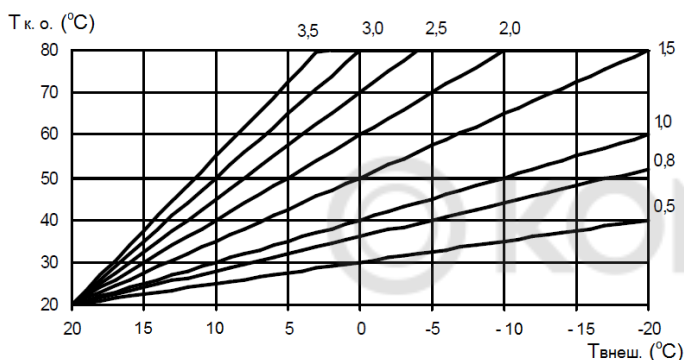

Рис. 3 График зависимости температуры в контуре отопления от внешней температуры при комнатной температуре 20 °С
- с помощью изменения значений коэффициента рассеивания (параметр P14) подобрать наиболее оптимальную температуру теплоносителя в контуре отопления (см. рис. 3)